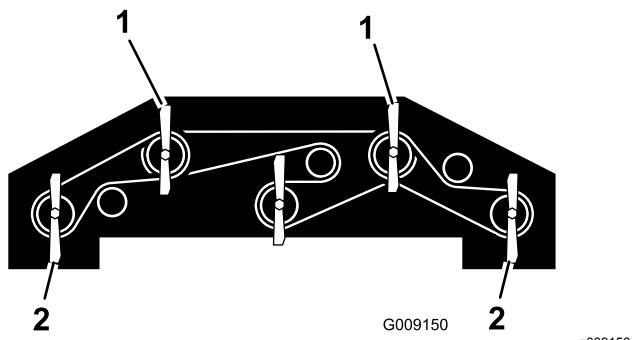

Figura 136
- Rode cada lâmina para que aponte a direito para a frente (Figura 136).